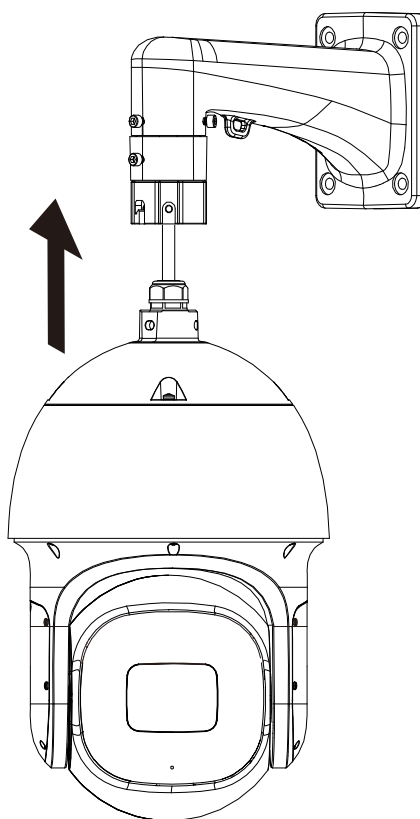

Рисунок 4.7 – Монтаж
10. Совместите поворотную камеру и конструкцию. Аккуратно протолкните кабель от видеокамеры внутрь кронштейна (Рисунок 4.7).